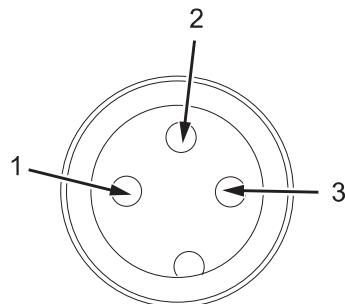

Figura 3-8: Diagrama da pinagem do conector 1 do detector do produto (fêmea)
**Nota:** A Figura 3-8 representa o ponto de vista do conector na lateral da impressora.